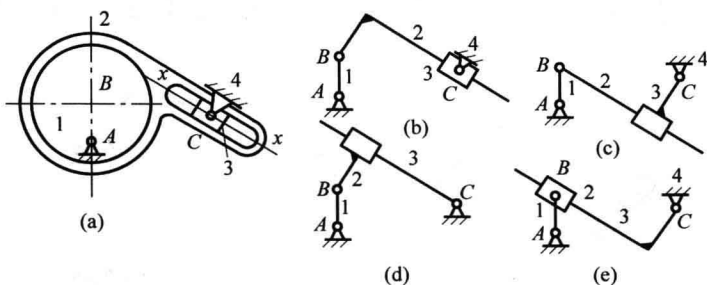

图 1.3 题 1.1.8 图
1.1.8 如图 1.3(a)所示的机构与如图 1.3(b)~图 1.3(e)所示的多个机构运动简图是否等效?